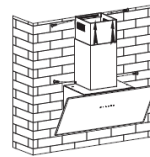

Figura 6
7. Ajuste la altura de la chimenea interior respecto a la posición del soporte de chimenea interior y fije el conjunto con 2 tornillos ST4*8 mm. Véase la figura 6.